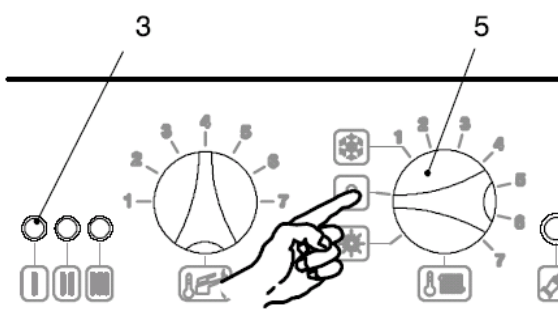

Рис. 6.5.
21. Выключите котел, установив селектор поз.5 (рис.6.5) в положение “О